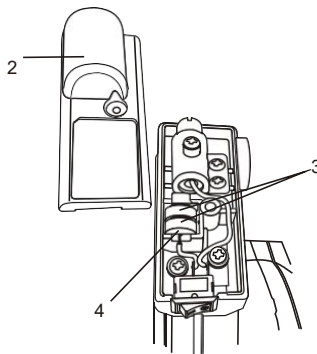

Fig. 13
3. Levante a tampa do laser (2) da parte superior do conjunto (Fig. 13).
4. Retire as duas baterias velhas (3).